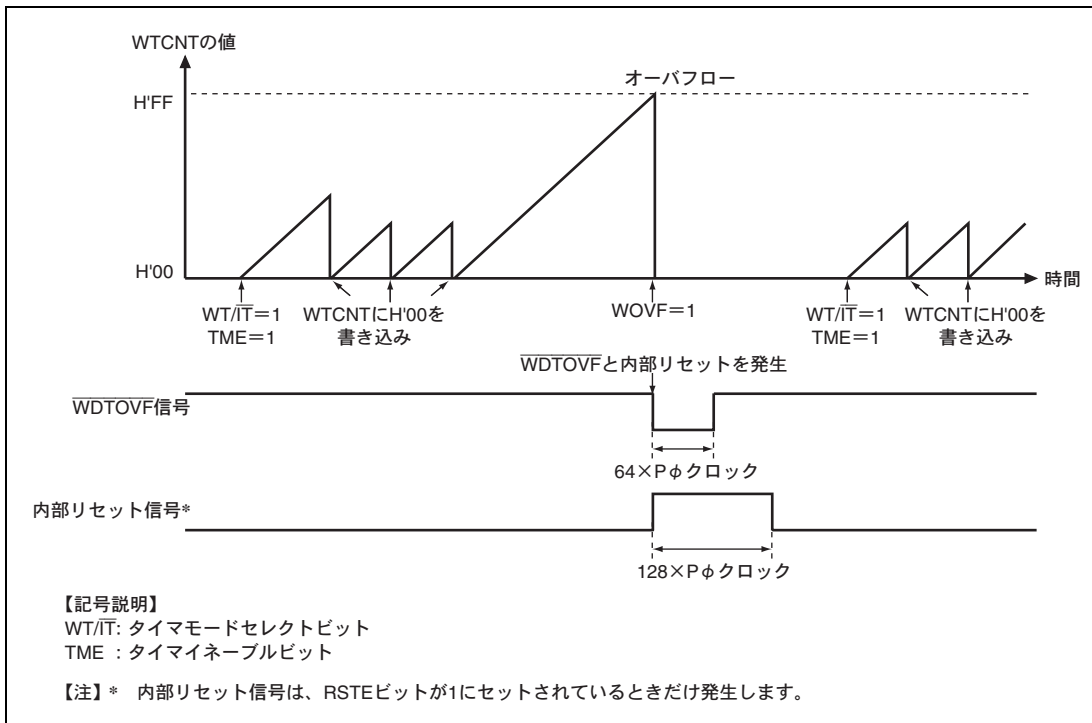

図 15.4 ウォッチドッグタイマモード時の動作
4. カウンタがオーバフローすると、WDTはWRCSRのWOVFを1にセットして、 $\overline{\text{WDTOVF}}$ 信号が外部に出力されます。これを図15.4に示します。この $\overline{\text{WDTOVF}}$ 信号を用いて、システムをリセットすることができます。 $\overline{\text{WDTOVF}}$ 信号は、 $64 \times P\phi$ クロックの間出力されます。